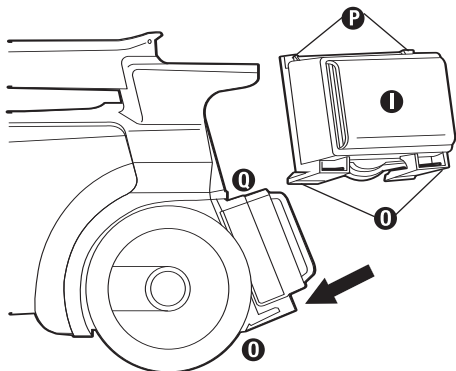

FIG. 14
Step 1: Insert upper filter corner tabs **P** firmly under rear housing tabs **0** (Fig. 14).
Step 2: Pivot filter **1** down until bottom clips **0** on filter click securely into place on the cleaner (Fig. 14).
Étape 1 : Introduisez fermement les onglets de coin supérieur du filtre ❷ sous les onglets arrière du carter ❸ (Fig. 14).
Étape 2 : Faites pivoter le filtre ❶ vers le bas jusqu'à ce que les crochets ❸ s'enclenchent fermement en place sur l'aspirateur (Fig. 14).
Paso 1: Inserte los esquineros superiores del filtro ❷ firmemente debajo de las lengüetas traseras del alojamiento ❸ (Fig. 14).
Paso 2: Haga pivotar el filtro ❶ hacia abajo hasta que las presillas inferiores ❸ del mismo calcen firmemente con un clic en su sitio en la aspiradora (Fig. 14).